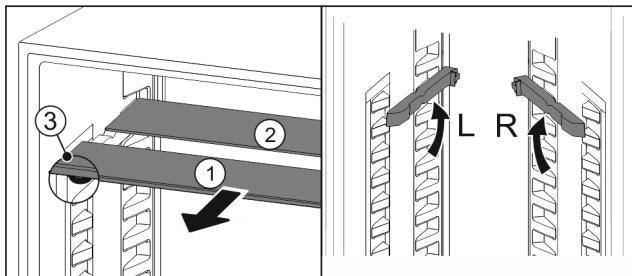

Fig. 54
- Издърпайте Fig. 54 (1) поотделно стъклените плохи напред.
- ▷ Стъклената плоча Fig. 54 (1) с декоративната лайстна е отпред.
- ▷ Ограничителите Fig. 54 (3) сочат надолу.